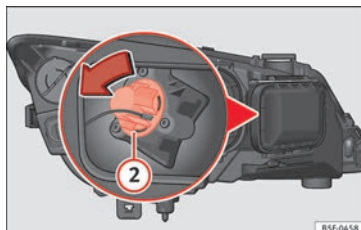

Fig. 107 Lâmpada das luzes indicadoras de mudança de direção.
- Rode o porta-lâmpadas » **Fig. 107 ②** para a esquerda e puxe.